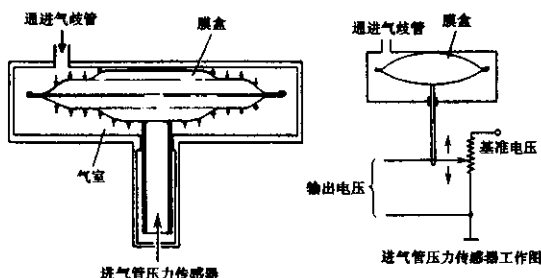

图 2-46 进气歧管压力传感器
③进气歧管压力传感器。发动机工作时，随着节气门开大，进气量增多，进气管内真空度随之减小，通过检测进气的压力测量进气量。进气歧管压力传感器内有弹性金属膜盒，如图 2-46 所示，膜盒中间保持真空，膜盒周围的气压使膜盒受压内缩。膜盒周围的气室与进